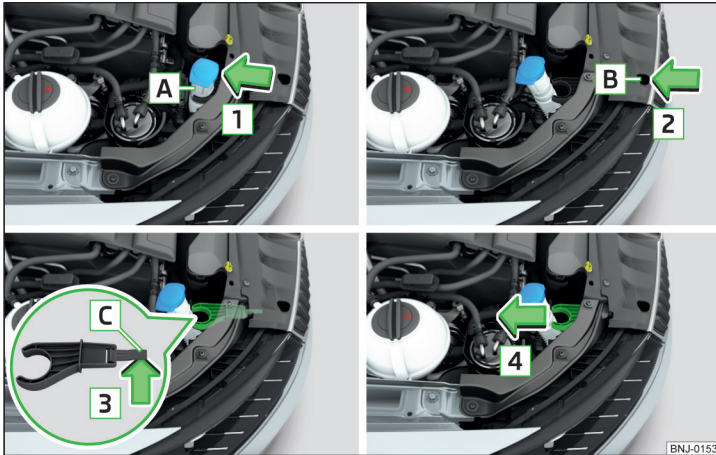

Fig. 205 Demontarea suportului ștuțului rezervorului de apă pentru spălare
- Desprindeți ștuțul rezervorului **A** din cleme de la suport, în sensul săgeții **1** » fig. 205.
- Împingeți suportul ștuțului rezervorului în sens opus săgeții **4** » fig. 205.